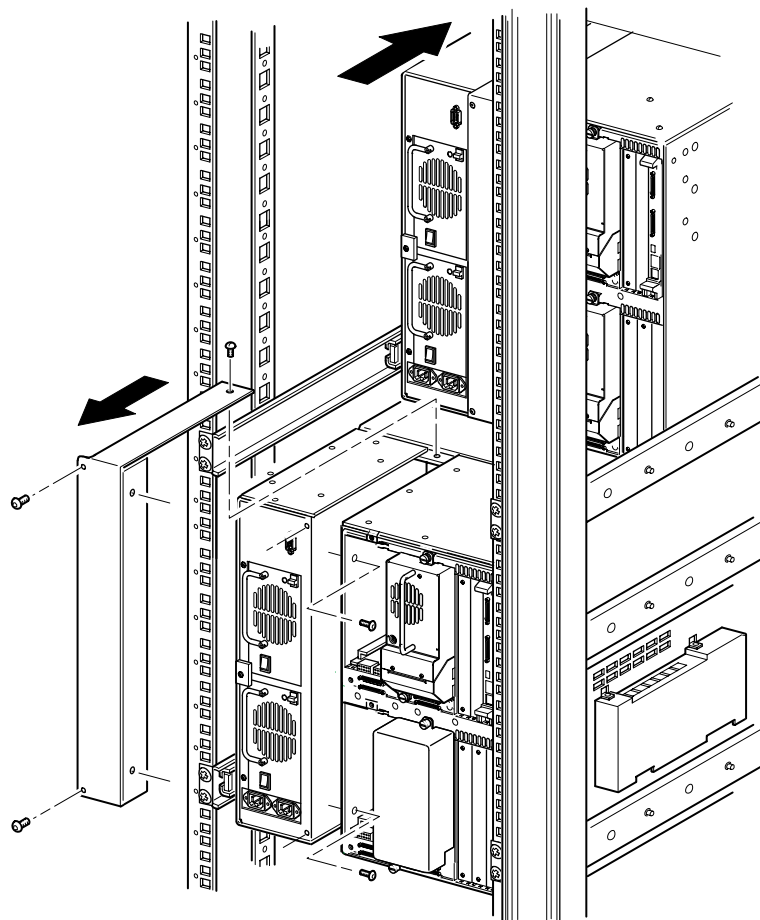

図2-9: PTMカバー プレートの取り外し (MSL5052)
重要: コンパック製ラックの正面から各ライブラリを順に引き出して、下側のライブラリのPTMカバー プレートの上側ネジにアクセスできるようにする必要があります。ネジの位置については、図2-9を参照してください。
- c. #2プラス ドライバを使用して、PTMカバー プレートを各ライブラリ シャーシ背面に固定しているネジを取り外します (図2-9を参照)。